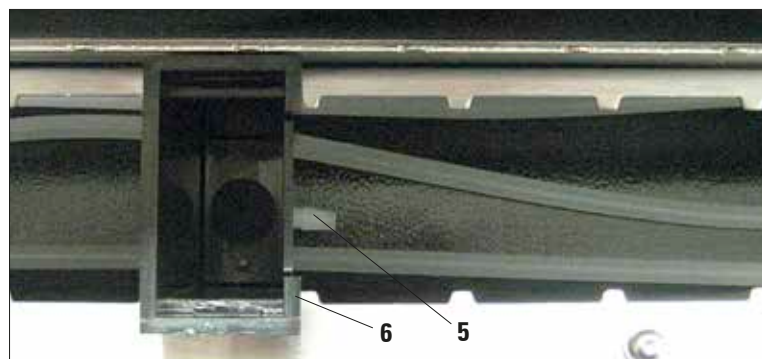

Fig. 23
Posizionare i contenitori dell'acqua di risciacquo (6) nella posizione desiderata sulla piattaforma. Iniziare con la stazione più vicina al serbatoio di scarico. Inserire il contenitore dell'acqua di risciacquo in modo che il raccordo del tubo flessibile (5) sia orientato in direzione del vano di rimozione (Fig. 23).